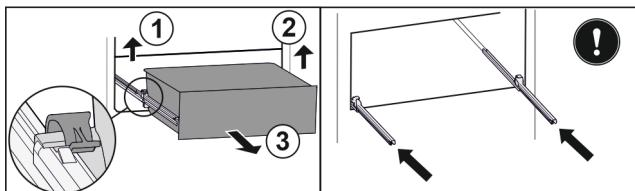

Fig. 48
- Приподнимите левый зажим и одновременно вытяните движением вперед выдвижной ящик слева. Fig. 48 (1)
- Приподнимите правый зажим и одновременно вытяните движением вперед выдвижной ящик справа. Fig. 48 (2)
- Извлеките выдвижной ящик движением вперед. Fig. 48 (3)